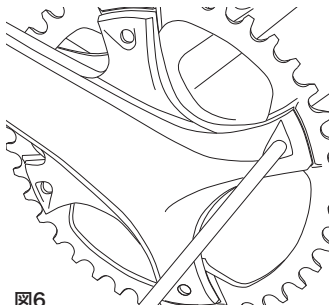

図6
- ボルトはチェーンリングの外側から緩めることも可能です。その際、クランクセットの表面を傷付けないように注意してください。また、レンチの回転方向が通常とは逆であることに注意してください(図6)。